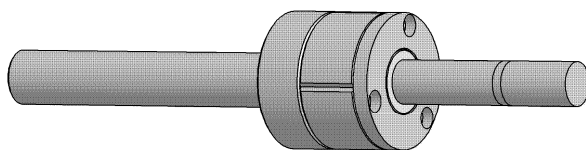

图3
- 2) 增加底芯重量, 把底芯、底芯调整垫片、托料杆等用螺钉锁成一个整体, 如图 3。